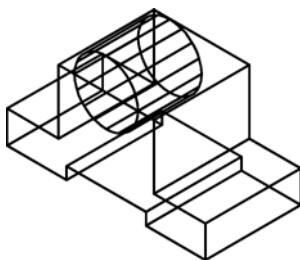

图 10-32 圆柱
3) 单击 ViewCube 上的前面，绘制如图 10-32 所示的圆柱。